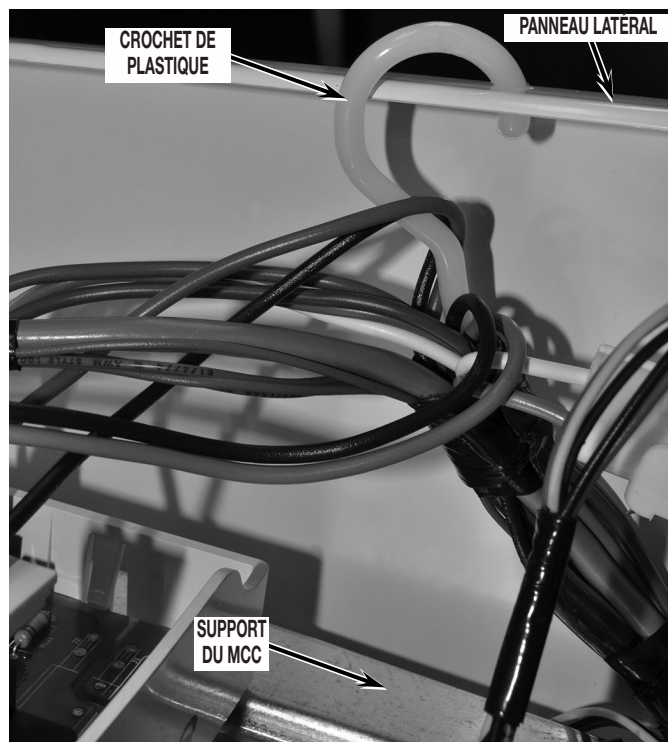

FIGURE 16
16. Pour l'obtention d'un accès approprié au brûleur, il sera nécessaire d'enlever le tambour. Avant l'extraction du tambour de la sécheuse, il est nécessaire de retenir le module de commande central et sa bride à la position appropriée sur le panneau latéral au moyen du crochet de plastique (accrochage sur le faisceau de câblage principal); ainsi le module de commande central sera suspendu sur place et il ne tombera pas lors de l'extraction du tambour. Voir la Figure 16.